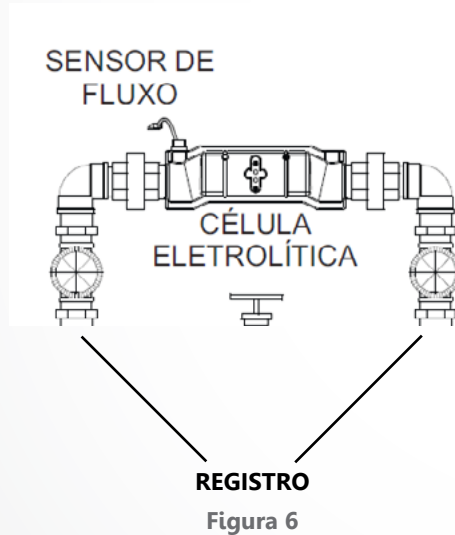

Figura 6
3. Instale registros tanto na entrada como na saída da cuba da célula eletrolítica a fim de facilitar sua remoção em caso de manutenção, conforme **figura 6**.